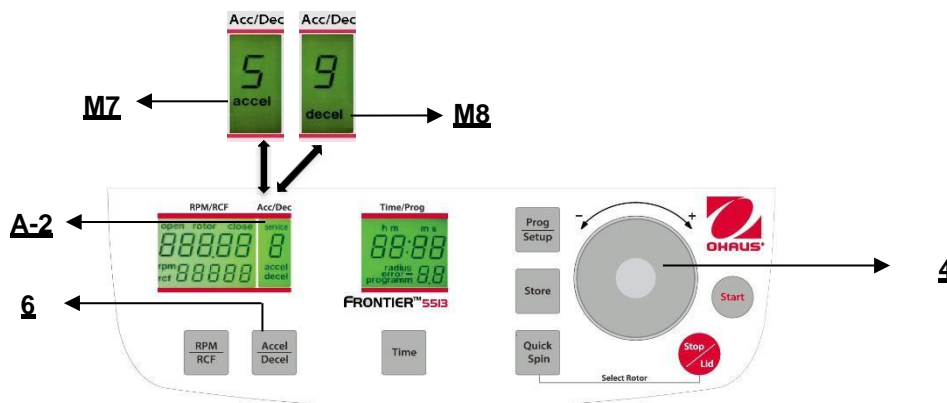

Figura. 15
Esta función se activa con el botón "**Accel/Decel**" (6) (vea la Figura 15).